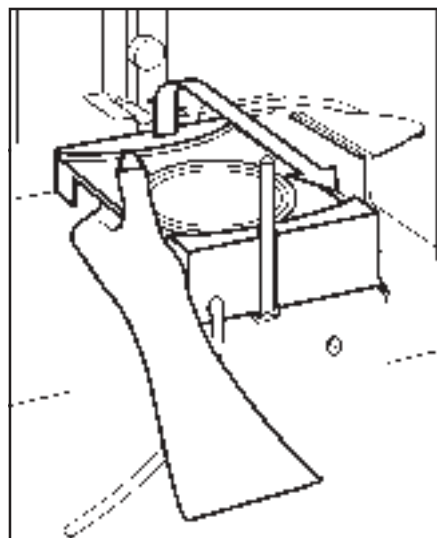

Fig. 13: Demontering av silhuset
7. Dra upp silhuset på framsidan och dra ut det ur bryggaren (se fig. 13).